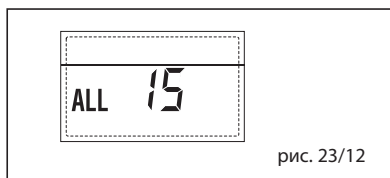

рис. 23/12
– НЕПОЛАДКА ВНЕШНЕГО ДАТЧИКА “МИГАЛКИ” (рис. 23/13)